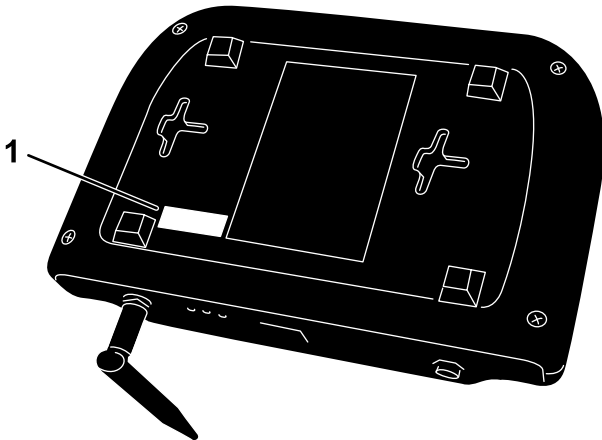

Figura 6
2. Encontre a etiqueta de ID do dispositivo na parte inferior da estação base e registre a ID do dispositivo da etiqueta no espaço fornecido no documento (Figura 6).